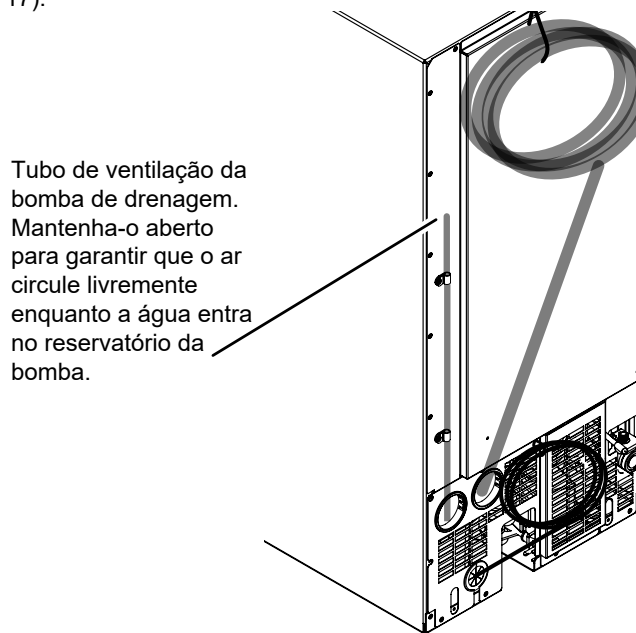

Figura 17: Localização do tubo de ventilação.
- c. O tubo de ventilação na parte traseira da unidade está aberto (Figura 17).